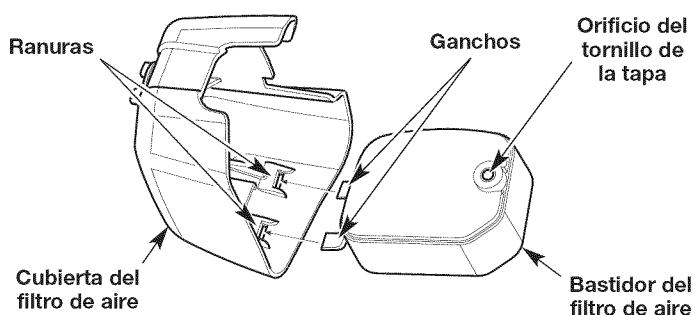

Fig. 22
- Vuelva a poner el filtro dentro de la caja del filtro de aire (Fig. 22).
- Inserte los ganchos de la caja del filtro de aire en las ranuras de la tapa del filtro (Fig. 22).
- Gire la tapa del filtro de aire a la derecha y alinee el tornillo de la tapa con el orificio correspondiente (Fig. 22). Apriete el tornillo para asegurar la tapa del filtro de aire.